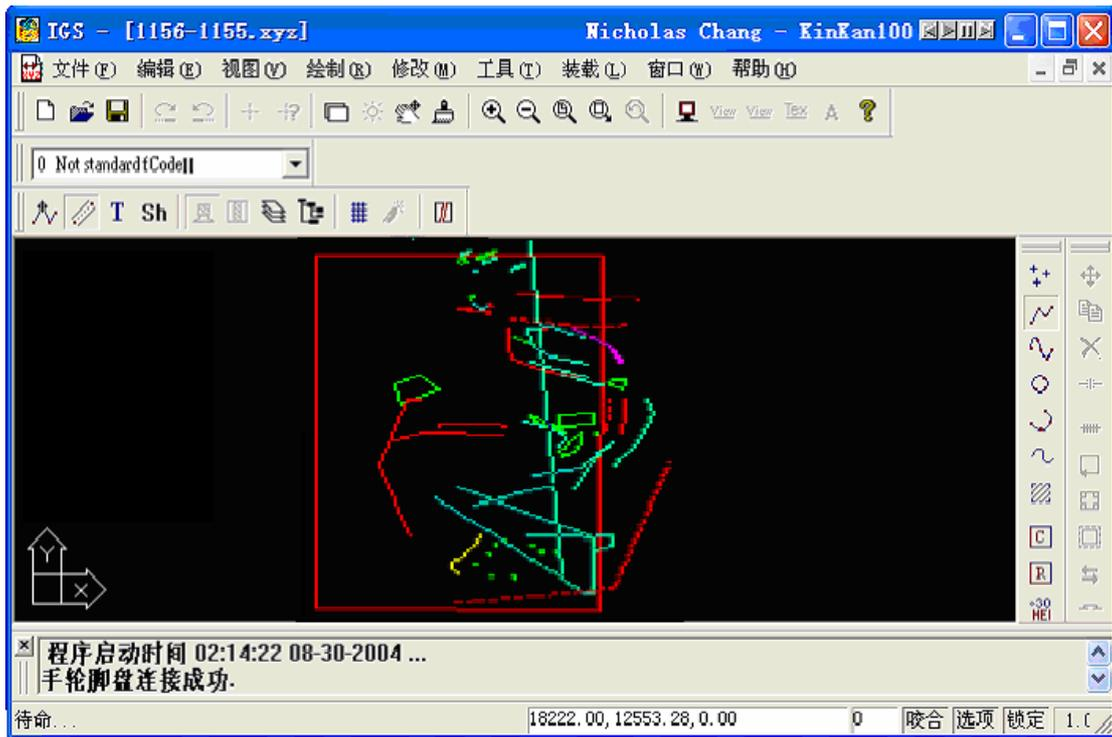

图 3-6 数字化测图界面
9. **数字化测图** 点击主界面菜单 **测图** → **IGS 数字化测图**，进入数字化测图界面(图 3-6)。